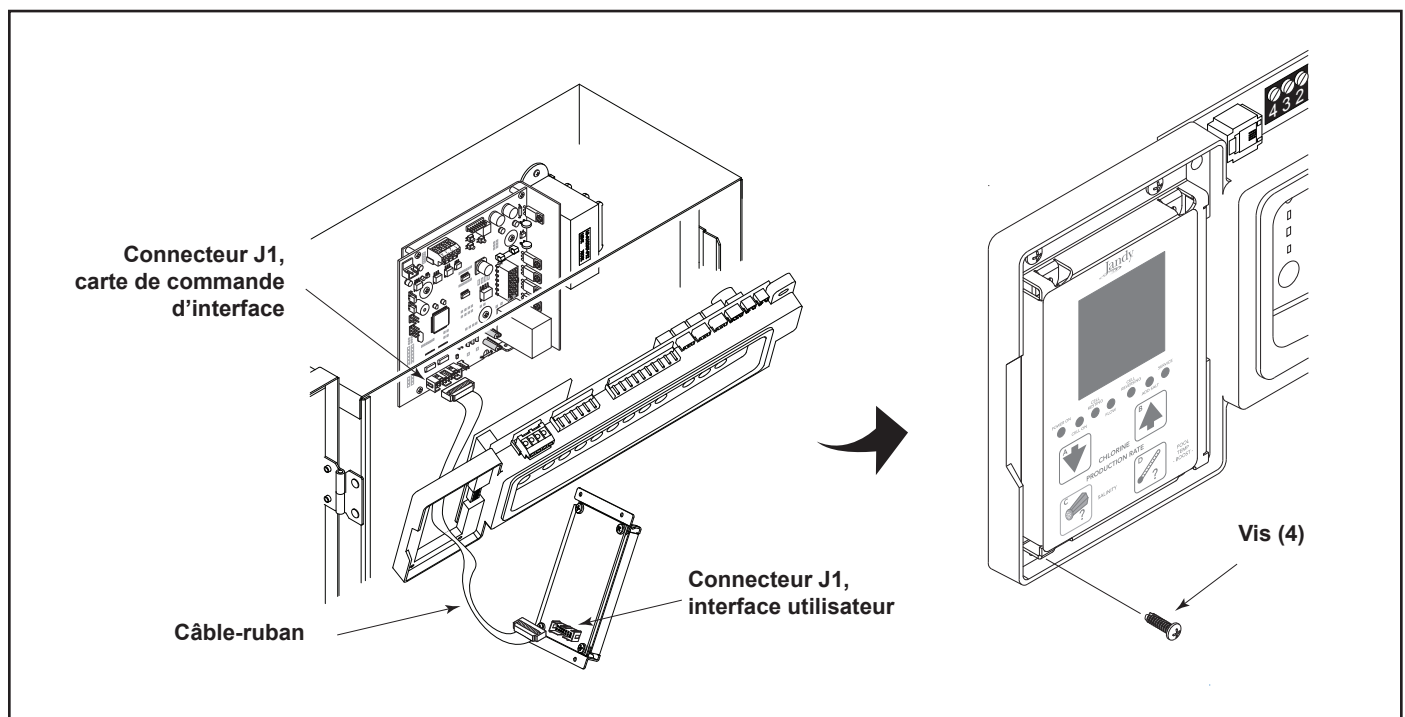

Figure 8. Installation de l'interface utilisateur
1. Sur la carte d'interface utilisateur du générateur de chlore, raccorder l'une des extrémités du câble-ruban au connecteur J1 à 16 broches, tel qu'il est indiqué à la Figure 8.
3. Fixer la carte d'interface utilisateur du générateur de chlore à la carte électronique à l'aide des quatre (4) vis fournies.